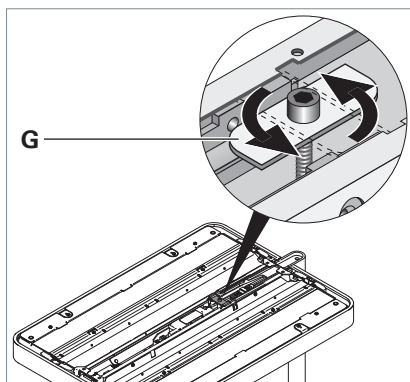

Fig. 4: Tourner la plaque de réglage.
- Soulevez légèrement la tête du luminaire et tournez la plaque de réglage **G** de 90°, voir Fig. 4.